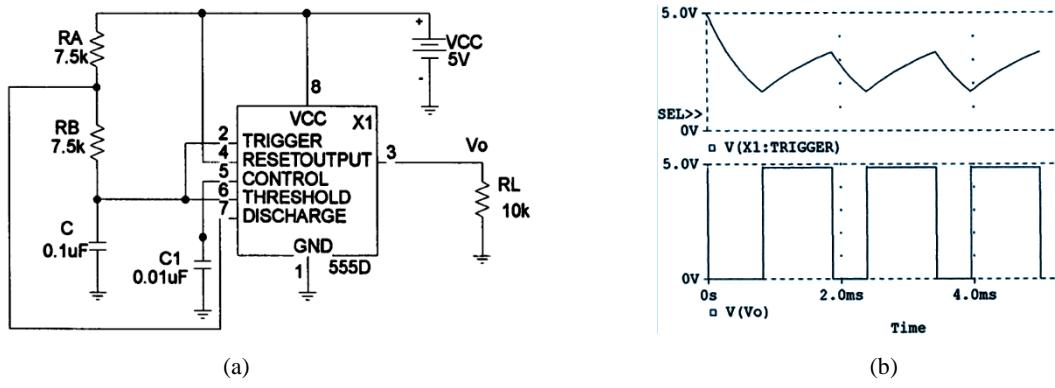

Figura 5 – Circuito oscilador com o CI 555. (a) Topologia. (b) Formas de onda.
**Questão 5** – Para o circuito da Figura 5, responda: